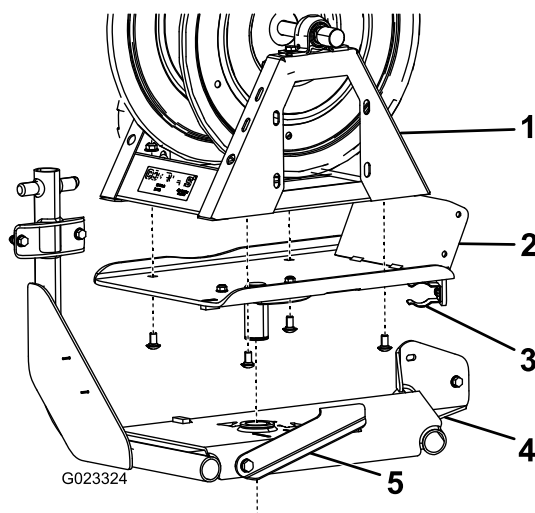

Figura 9
2. Ligue a placa articulada à parte inferior do cilindro da tubagem utilizando 4 parafusos e porcas flangeadas (3/8 pol.) (Figura 9).
3. Insira a placa articulada no furo na estrutura do cilindro de tubagem (Figura 9).